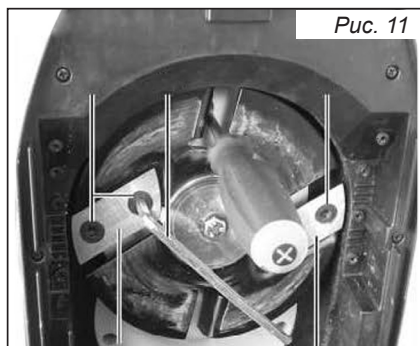

Рис. 11
- Зафиксируйте поворотный диск таким образом, чтобы он не вращался (к примеру, заблокируйте его отверткой). Открутите четыре винта ножа (рис. 11).